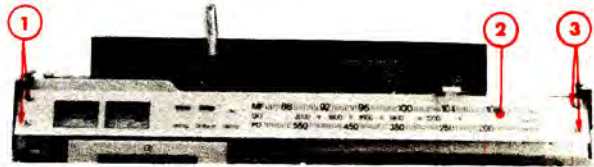

Fig. 3
D. DÉPOSE DU CADRAN (Fig. 3)
- 2° - Dévisser les vis (1) et (3).
- 4° - Déposer le cadran (2).